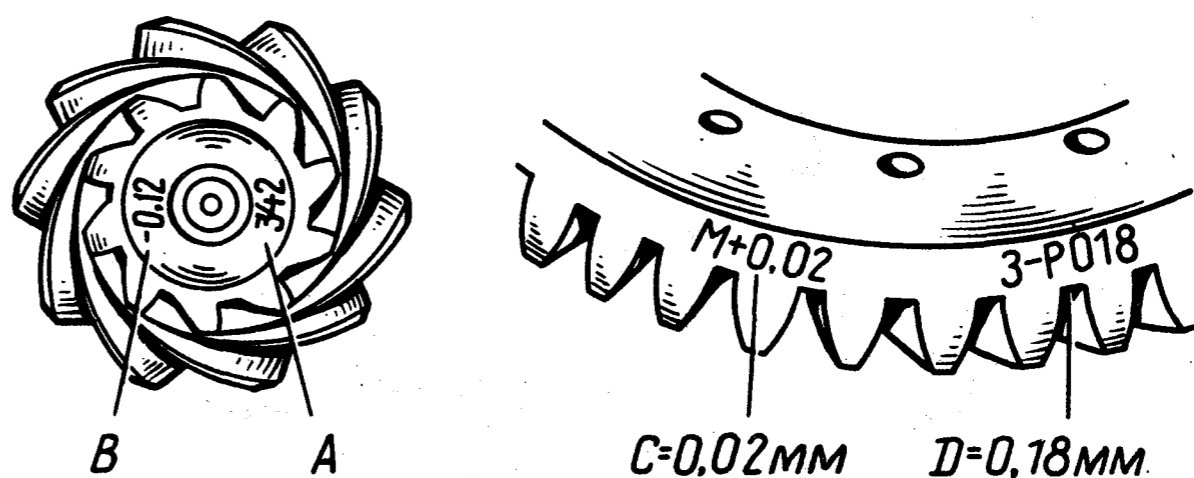

Рис. 131. Маркировка шестерен главной передачи:
1. Набрать предварительно по пакету прокладок 2 и 9 (каждый толщиной 1,3 мм). Прочистить на ободке ведомой шестерни (рис. 131) отклонение от монтажного расстояния F (см. рис. 130). Если отклонение имеет знак минус, то следует переложить из пакета 9 в пакет 2 прокладки, толщина которых равна величине отклонения, а если знак плюс, то переложить их из пакета 2 в пакет 9.
Шестерни главной передачи заменяются только комплектом, подобранным на заводе по шуму и контакту. Одинаковый порядковый номер пары маркируют на торце ведущей шестерни (см. рис. 131) и на внутреннем торце ведомой шестерни.